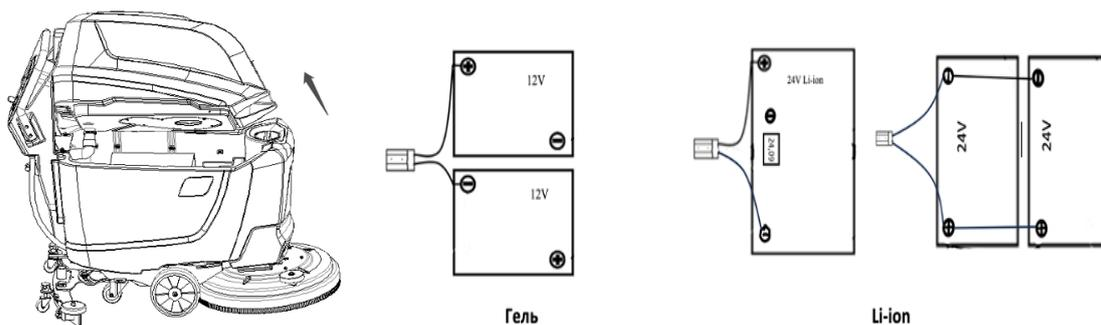

рис.2 Схема подсоединения гелевых и литиевых аккумуляторов.
3. Аккуратно установите аккумуляторы в батарейный отсек и подключите их в соответствии со схемой на рис.2, подсоедините разъем аккумуляторных батарей к разъёму машины.